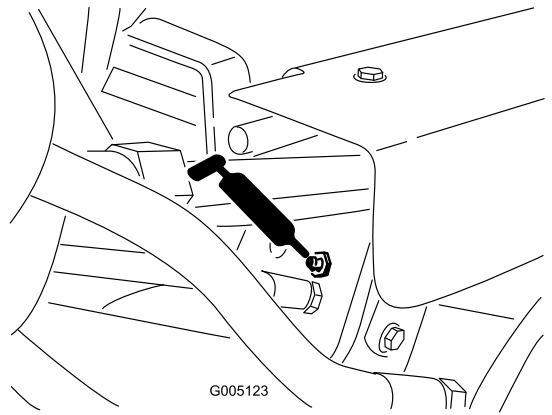

Figura 32
- Cilindros de elevación (3) (Figura 32)